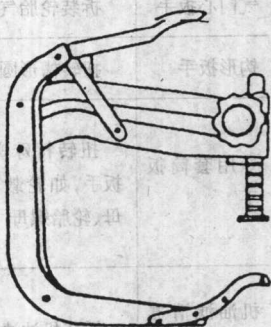

图 1-3 气门弹簧拆装架
1. 用途 气门弹簧拆装架是一种专门用于拆装顶置气门弹簧的工具,如图1-3。